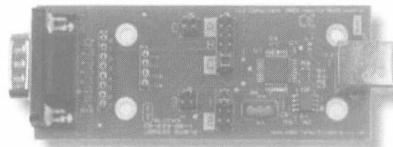

图 2.1-13 FlowCode USB232 接口板
(12) FlowCode USB232 接口板如图 2.1-13 所示。